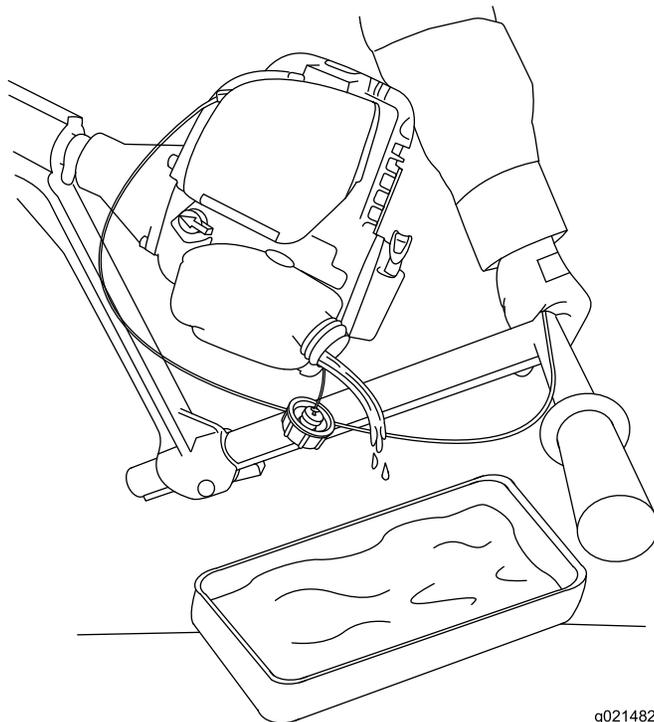

Figure 33
4. Vidangez le réservoir de carburant (Figure 33).